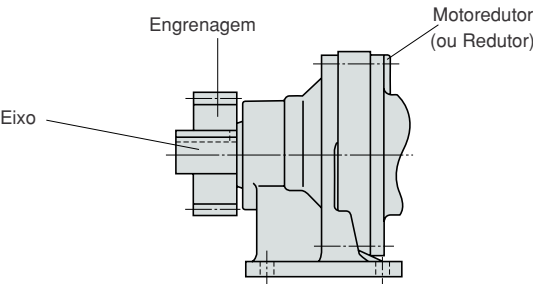
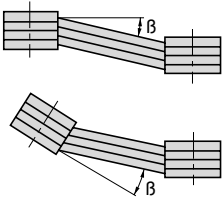

Fig. 8
Fig. 9
(2) Quando for utilizar um Engrenagem e Corrente:
- Instale pinhões ou engrenagens cujo ponto de tensão maior, esteja localizado o mais próximo possível do lado do motoredutor ou redutor em relação ao comprimento do eixo. Fig. 8.
(3) Quando for utilizar Correia "V"
- O paralelismo e a excentricidade (β) entre as duas polias deve ser dentro de ficar dentro do Grau de 20 minutos, (Fig 9).